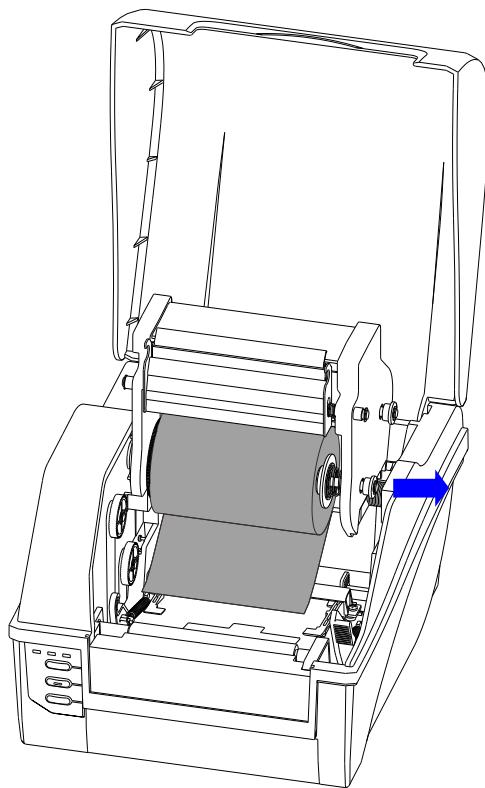

图 2-7
- 向外拉起碳带供应端的碳带释放钮，将装好碳带适配管的碳带卷卡入碳带供应端，确保碳带供应端左压盘上的两个长条形凸起卡入碳带适配管左侧的两个卡口中，如图 2-7 所示。